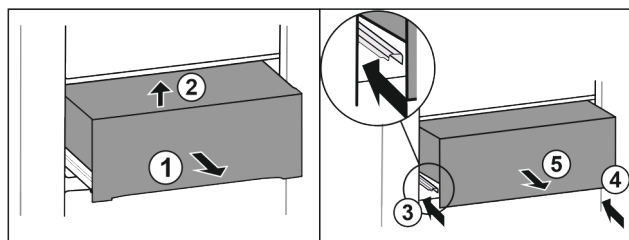

Fig. 32
- ▶ Lade er half uittrekken. Fig. 32 (1)
- ▶ Lade aan de voorkant optillen. Fig. 32 (2)
- ▶ Linker rail erin schuiven. Fig. 32 (3)
- ▶ Rechter rail erin schuiven. Fig. 32 (4)
- ▶ Lade naar voren toe verwijderen. Fig. 32 (5)